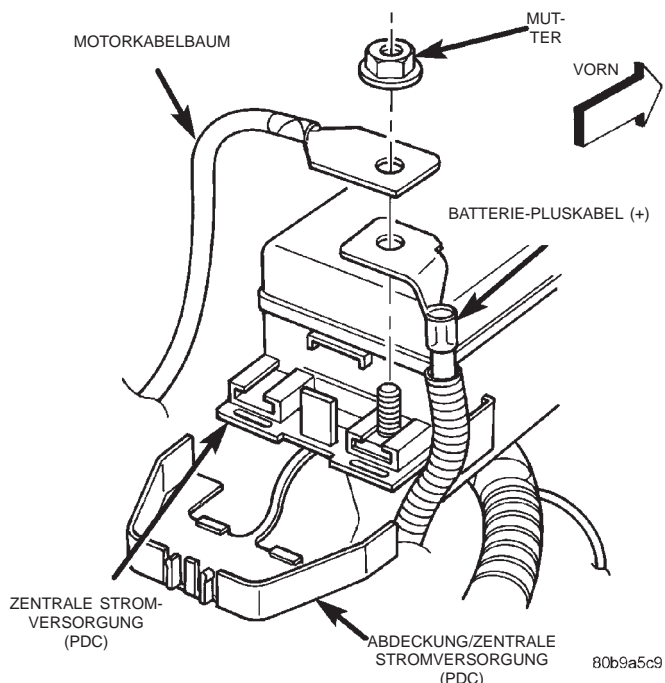
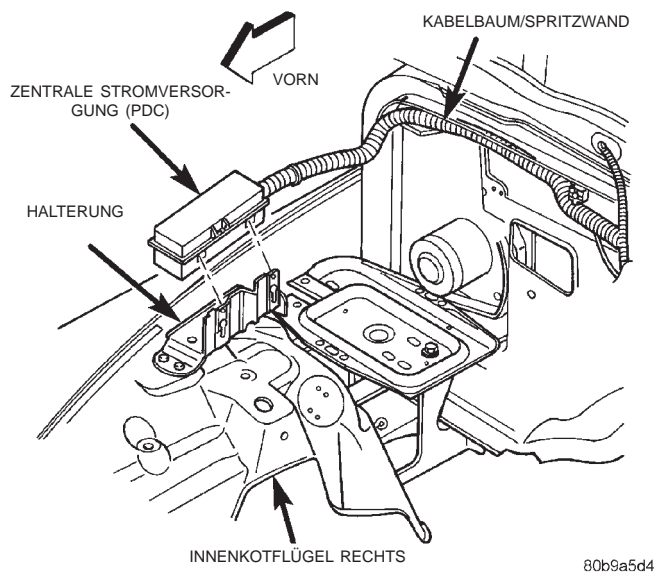

Abb. 3 Anschlüsse der Zentralen Stromversorgung (PDC)
Abb. 4 Zentrale Stromversorgung aus- und einbauen
(1) Batterie-Minuskabel (-) abklemmen und elektrisch isolieren.
(2) Die einzelnen Steckverbinder des Kabelbaums der Spritzwand abziehen. Näheres hierzu siehe Abschnitt **“Lage der Steckverbinder”** in Kapitel 8W, “Schaltpläne”.
(3) Alle Befestigungselemente lösen, mit denen die Masseösen des Kabelbaums der Spritzwand an der Karosserie und am Fahrwerk angebracht sind. Näheres zur Lage der Ösen siehe Abschnitt **“Lage der Steckverbinder”** in Kapitel 8W, “Schaltpläne”.
(4) Die einzelnen Halter lösen, mit denen der Kabelbaum der Spritzwand an der Karosserie und am Fahrwerk angebracht ist. Näheres zur Lage der Halter siehe Abschnitt **“Lage der Steckverbinder”** in Kapitel 8W, “Schaltpläne”.
(5) Abdeckung des Anschlußstehbolzens von der Rückseite der PDC abbauen (Abb. 3).
(6) Die Mutter lösen, mit der die Ösen des Batterie-Pluskabels (+) und der Motorkabelbaum am Stehbolzen an der PDC befestigt sind.
(7) Ösen des Batterie-Pluskabels (+) und des Motorkabelbaums vom Stehbolzen an der PDC abnehmen.
(8) Haltetaschen der PDC-Halterung von den Laschen am PDC-Gehäuse lösen und PDC-Gehäuse nach oben ziehen, so daß die Befestigungsaufnahmen von den Haltern der Halterung gelöst werden (Abb. 4).